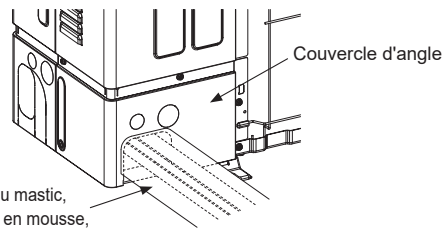

Fig. 3-2
- Pour éviter tout problème dû à la pénétration de petits animaux ou de corps étrangers qui endommageraient le circuit électrique de l'appareil extérieur, boucher tous les orifices avec du mastic, un matériau d'étanchéité en mousse, du mastic de vitrier, etc. (Fig. 3-2)